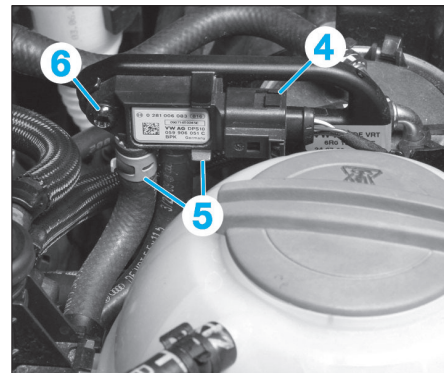

FIG. 96
- Desserrer la vis du collier de serrage (3) ; retirer ce dernier.
- le connecteur (4) (Fig.96),